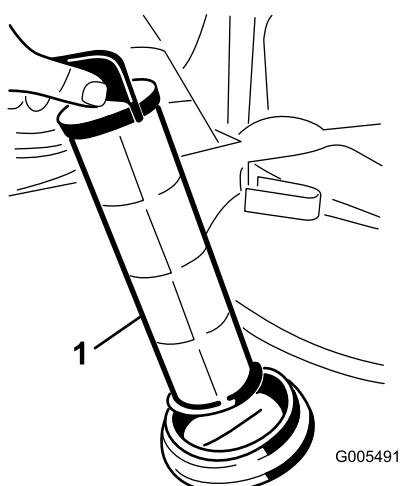

Figura 67
4. Estraete il filtro di aspirazione dall'alloggiamento del filtro nel serbatoio (Figura 67).